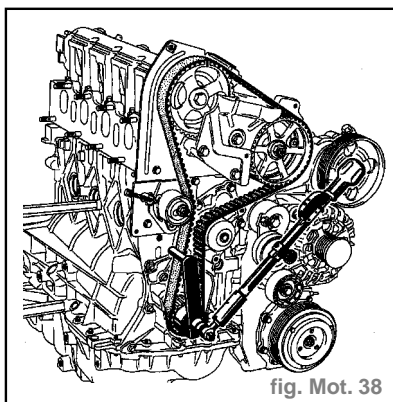

fig. Mot. 38
mométrique au couple de 1,1 daN.m. (fig. Mot. 38)
- Appliquer une précontrainte entre le pignon de distribution vilebrequin et le galet tendeur à l'aide du Mot. 1543 et de la cloche 1 en réglant la clé dynamométrique au couple de 1,1 daN.m. (fig. Mot. 38)